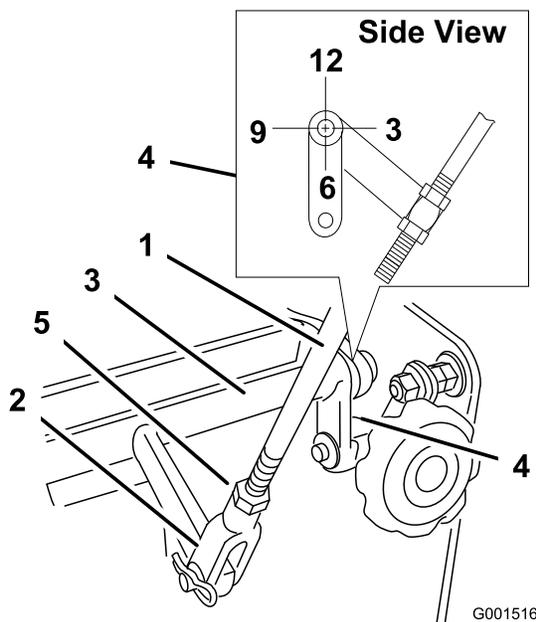

Figura 29
4. Compruebe la orientación de las barras laterales situadas en los extremos de la barra de control de velocidad. Asegúrese de que estas barras están orientadas hacia abajo, en la posición de las 6 aproximadamente (Figura 29).
5. Ajuste la horquilla enroscada del extremo del acoplamiento de control de velocidad hasta que las barras estén en la posición de las 6 (Figura 29).